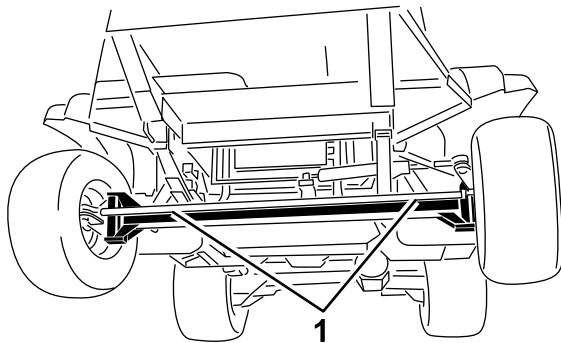
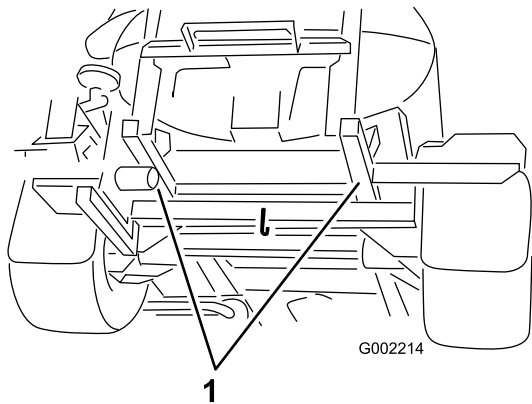

図 61
図 62
4. 牽引ロープを取り付ける車両前後のロープ掛けポイントについては図 61 と 図 62を参照。